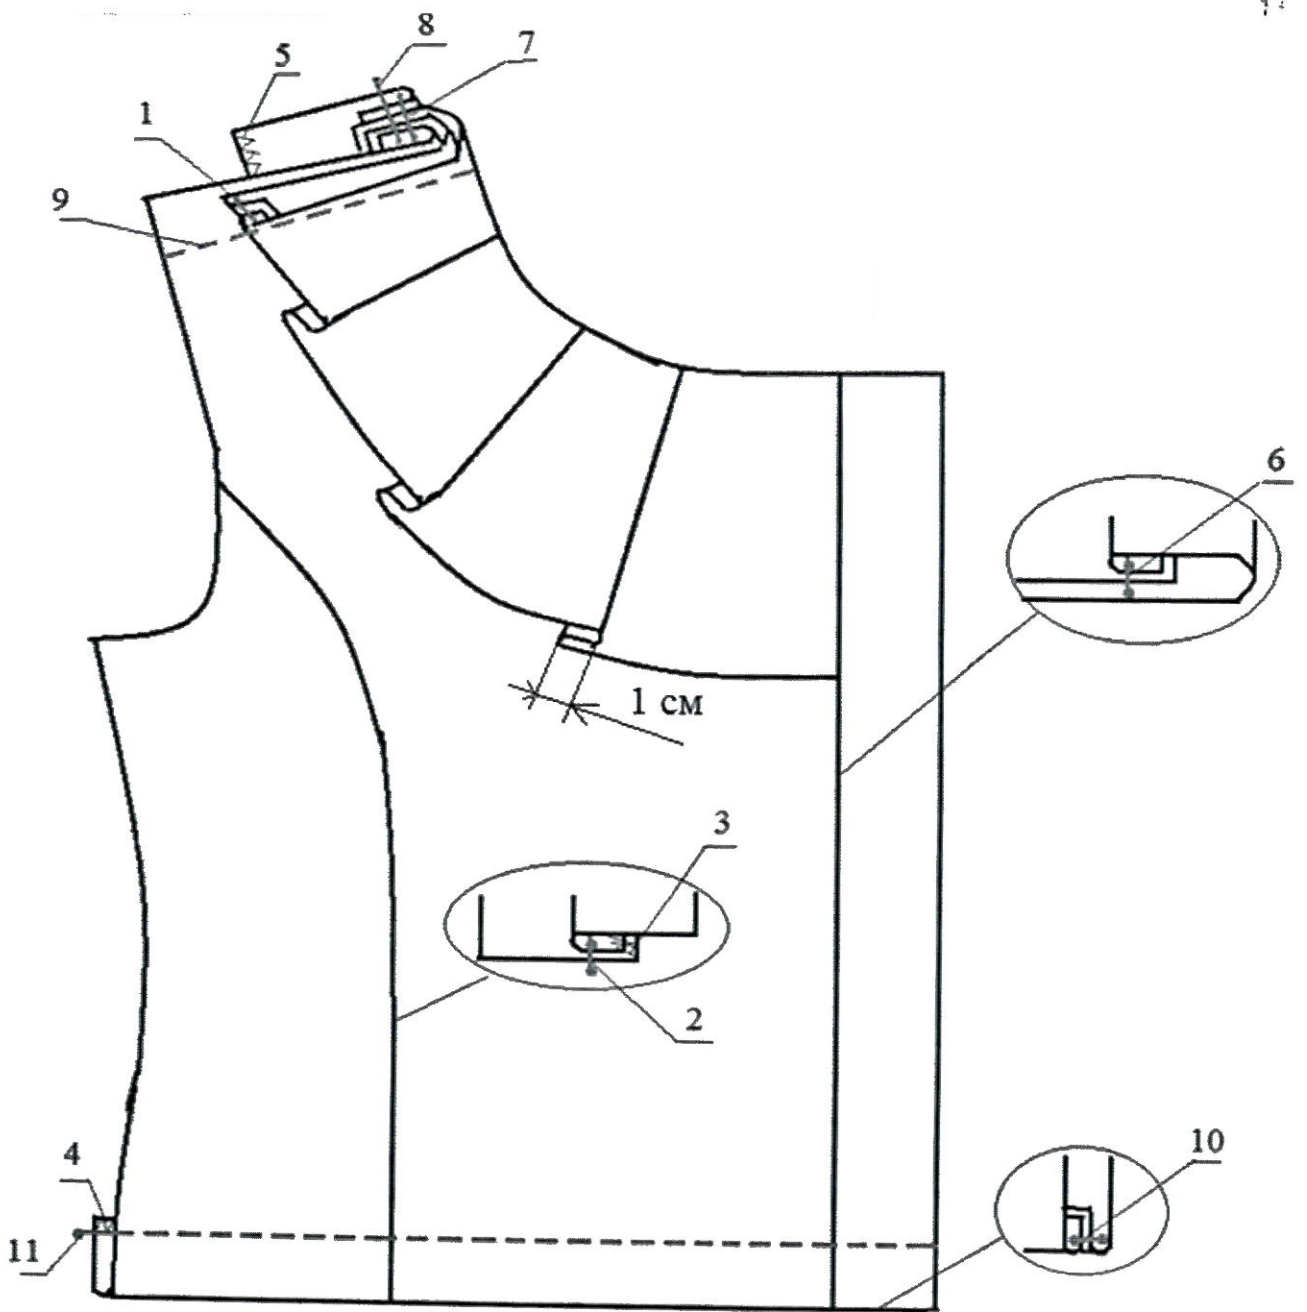

Рисунок 2 – Схема обработки полочки блузки
1. Обтачать отлетные срезы волана (рисунок 2, строчка 1). Припуски надсечь, волан вывернуть, выметать на ребро и приутюжить.
2. Стачать рельефные срезы (рисунок 2, строчка 2). Припуски шва заутюжить в сторону середины переда и обметать (рисунок 2, строчка 3).
3. Обметать нижний срез полочки (рисунок 2, строчка 4).
5. Обметать внутренний срез подборта (рисунок 2, строчка 5).
6. Притачать планку (рисунок 2, строчка 6). Припуски швов заутюжить в сторону планки.
7. Планку перегнуть на лицевую сторону по линии края борта и обтачать горловину (рисунок 2, строчка 7), прихватывая волан. Припуски шва надсечь.
8. Планку отогнуть и настрочить на припуски шва обтачивания горловины, не доходя до угла на 2-2,5 см (рисунок 2, строчка 8). Ширина шва 0,1-0,2 см.
10. Волан настрочить на припуск плечевого среза, отступив 0,5 см от среза (рисунок 2, строчка 9).
11. У нижнего среза планку отогнуть на лицевую сторону и обтачать нижний край полочки на ширину подборта (рисунок 2, строчка 10).
13. Нижний срез полочки застрочить швом вподгибку с открытым срезом (рисунок 2, строчка 11).